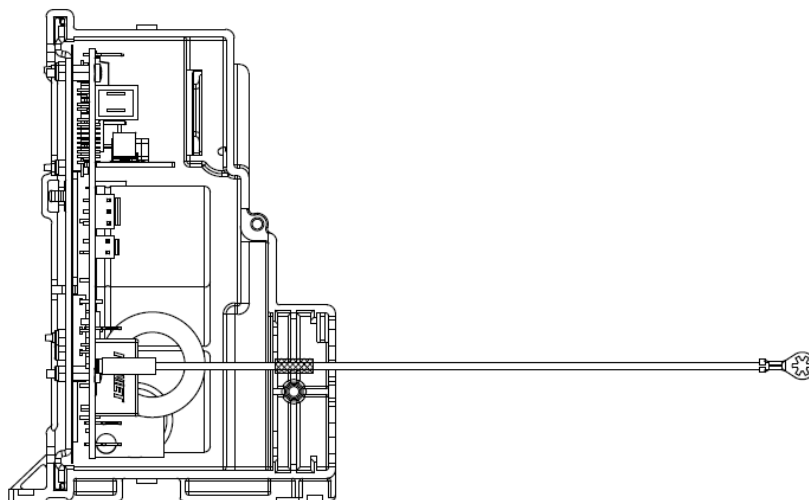

Figura 3.1: Arranjo dos cabos
2. Tome cuidado para posicionar os cabos de aterramento EMI (quando aplicados) e de Segurança com a fita protetora sob o alívio do cabo, como mostrado na Figura 3.1.